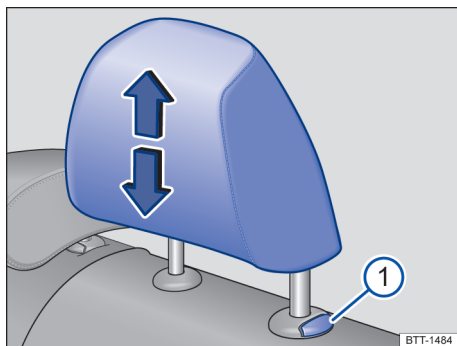
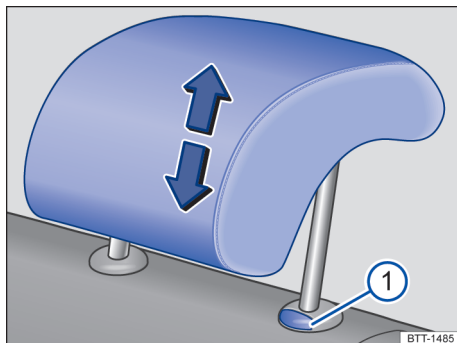

Fig. 71 Assentos traseiros laterais: ajustar o apoio para cabeça.
Fig. 72 Assento traseiro central: ajustar o apoio para cabeça.
- Empurrar o apoio para cabeça para cima no sentido da seta ou, com o botão → Fig. 71 ① ou → Fig. 72 ① pressionado, empurrar para baixo → ▲ em *Introdução ao tema* na página 85.